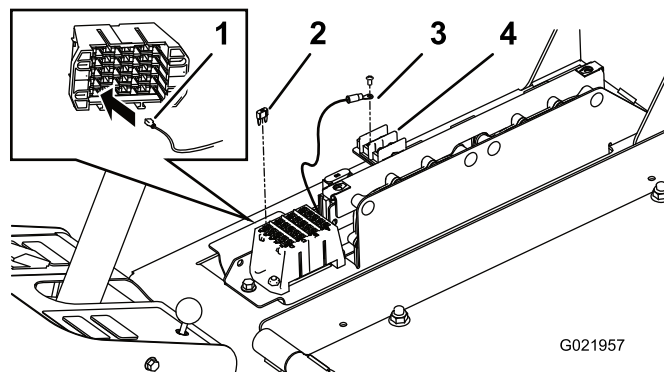

Figura 10
4. Retire o parafuso exterior que prende a tira do jumper ao terminal de ligação à terra (Figura 10).
5. Prenda o terminal de anel da cablagem (fio de terra) à fita do jumper/terminal de terra com o parafuso previamente removido (Figura 10).
6. Ligue a ficha de lingueta da cablagem na ranhura do lado inferior do bloco de fusíveis que corresponde à localização no autocolante (Figura 10).
7. Instale o fusível de 10 amp no bloco de fusíveis (Figura 10).